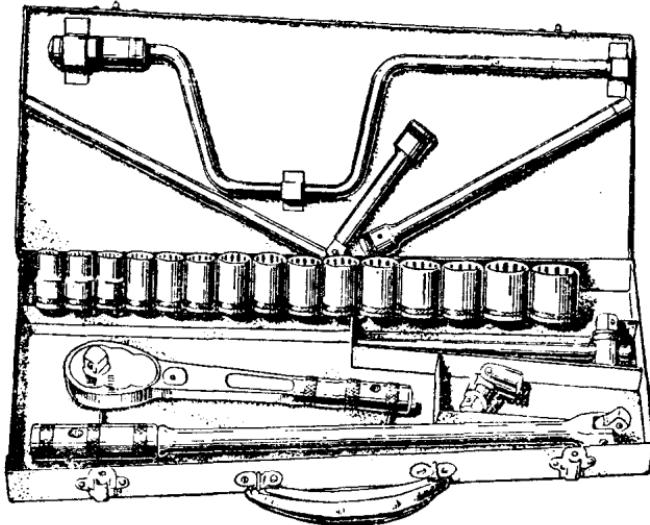

图11 套筒扳手
3. 套筒扳手：它和梅花扳手有些相似，不同的仅是套筒可以拆下，用时可以根据需要装配各种不同尺寸的套筒（如图11）。